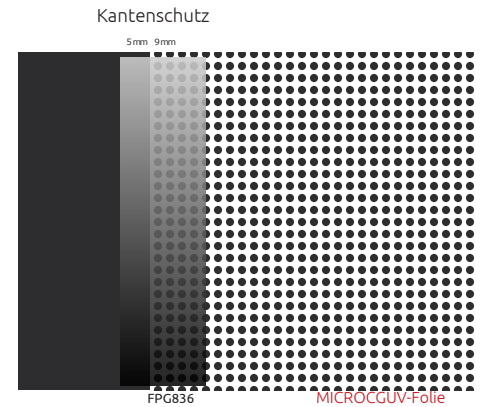

Abbildung 07
- › Den Streifen so aufkleben, dass 5 mm davon auf der Fensterscheibe und 9 mm auf der MICROCGUV-Folie aufliegen. (Abb. 07)